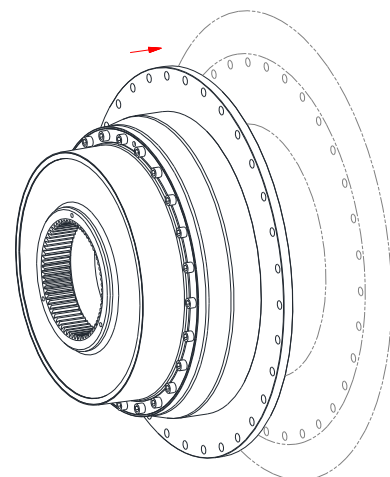

Bild 18: Montage des Elastomerteils an das Schwungrad
- Setzen Sie die montierte Einheit in die Zentrierung des Schwungrades (siehe Bild 18).